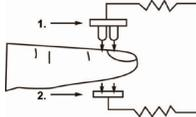

Figure 3
8. Jedes mal, wenn Sie den Netzschalter drücken, obwohl das Gerät eingeschaltet ist, wechselt das Pulsoximeter in einen anderen Anzeigemodus. Es gibt 6 Anzeige-Modi wie folgt dargestellt: (Figure 3)